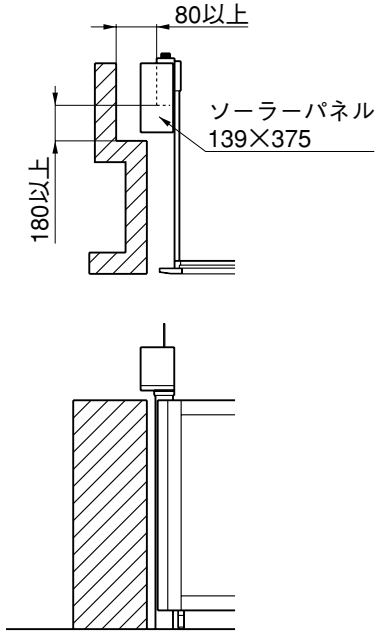

図1-2 柱取付タイプ納まり図
- 電動柱側はソーラーパネルが取付きますので、図1-2を確認のうえ、施工してください。
(2) 柱取付タイプ納まり図